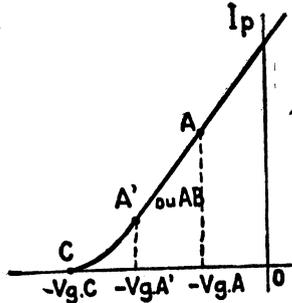

Figure 1.
**R**APPELONS, ce qui est connu de nos lecteurs, que la polarisation à donner à une grille de lampe dépend de la classe d'amplification utilisée. La fig. 1 donne toutes les indications utiles sur ce sujet.